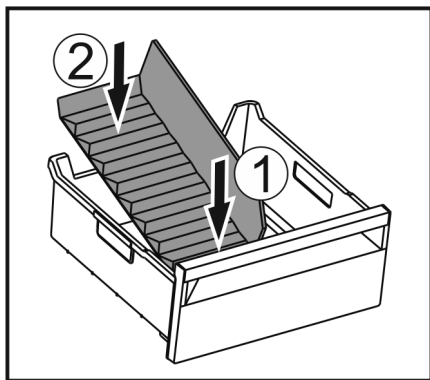

Fig. 168
- Vorderen Teil des Eisfach-Trenners einsetzen. Fig. 168 (1)
- Hinteren Teil des Eisfach-Trenners bis zum Schubfachboden absenken. Fig. 168 (2)